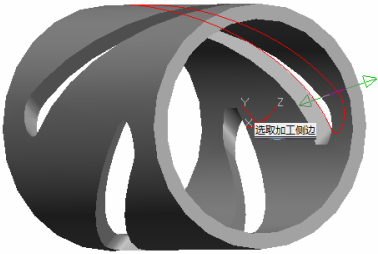

图 8-235 选取的加工侧边
6) 单击选择方向后,系统接着提示“选取加工侧边”,直接点击指向圆柱表面的箭头,如图 8-235 所示。